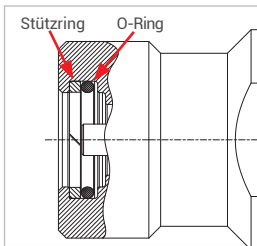

Abbildung 10
- ▶ Kontrollieren Sie vor dem Einsetzen des Nippelanschlusses (Pos. 7) die beiden Dichtelemente (O-Ring und Stützring, *Abbildung 10*) auf korrekte Einbaulage, richtigen Sitz und Beschädigung.